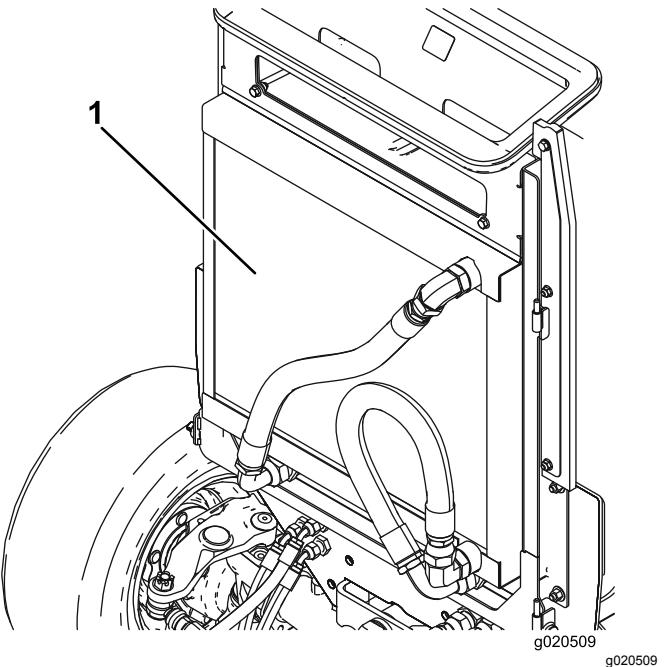

Bild 65
3. Reinigen Sie beide Seiten des Ölkühlers und des Kühlers gründlich mit Druckluft (Bild 65).